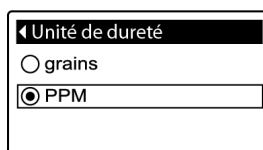

FIG.47
1. Depuis n'importe quel écran d'état séquentiel, appuyez sur SELECT (O) pour afficher le **Menu principal**.
3. Appuyez sur SELECT (O) pour afficher le menu Préférences de l'utilisateur.
5. Appuyez sur SELECT (O) pour afficher le menu Unités de dureté (Figure 47).